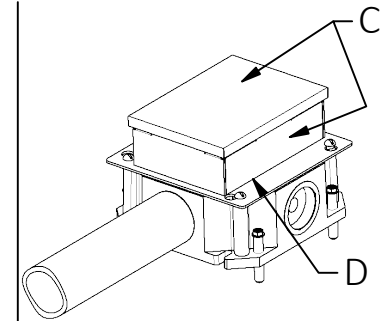

FIG. 3
- Apply ample amount of grease to cover area C. (FIG 3)
- Apply a bead of grease where exposed portion of adjustable collar seats on adapter D. (FIG 3).
8. Graisser généreusement la section C du couvercle. (FIG. 3)
9. Appliquer un filet de graisse sur la partie exposée du collet réglable qui repose sur l'adaptateur D. (FIG. 3).
8. Aplique una gran cantidad de grasa para cubrir el área C. (FIG 3)
9. Aplique una gota de grasa donde la parte expuesta del collarín ajustable se asiente en el adaptador D. (FIG 3).